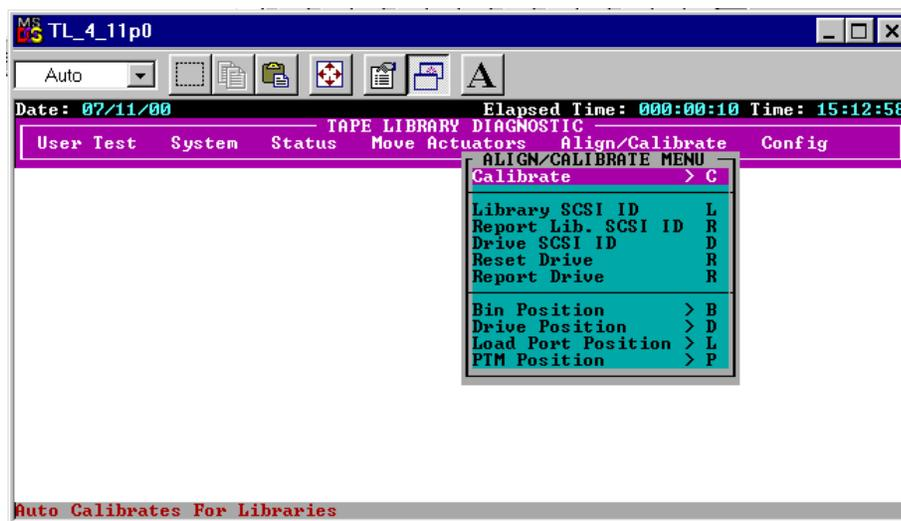

Abbildung 3-15. Menü *Align/Calibrate* (Ausrichten/Kalibrieren)
2. Wählen Sie im Menü *Align/Calibrate* (Ausrichten/Kalibrieren) die Option *Calibrate* (siehe Abbildung 3-15).